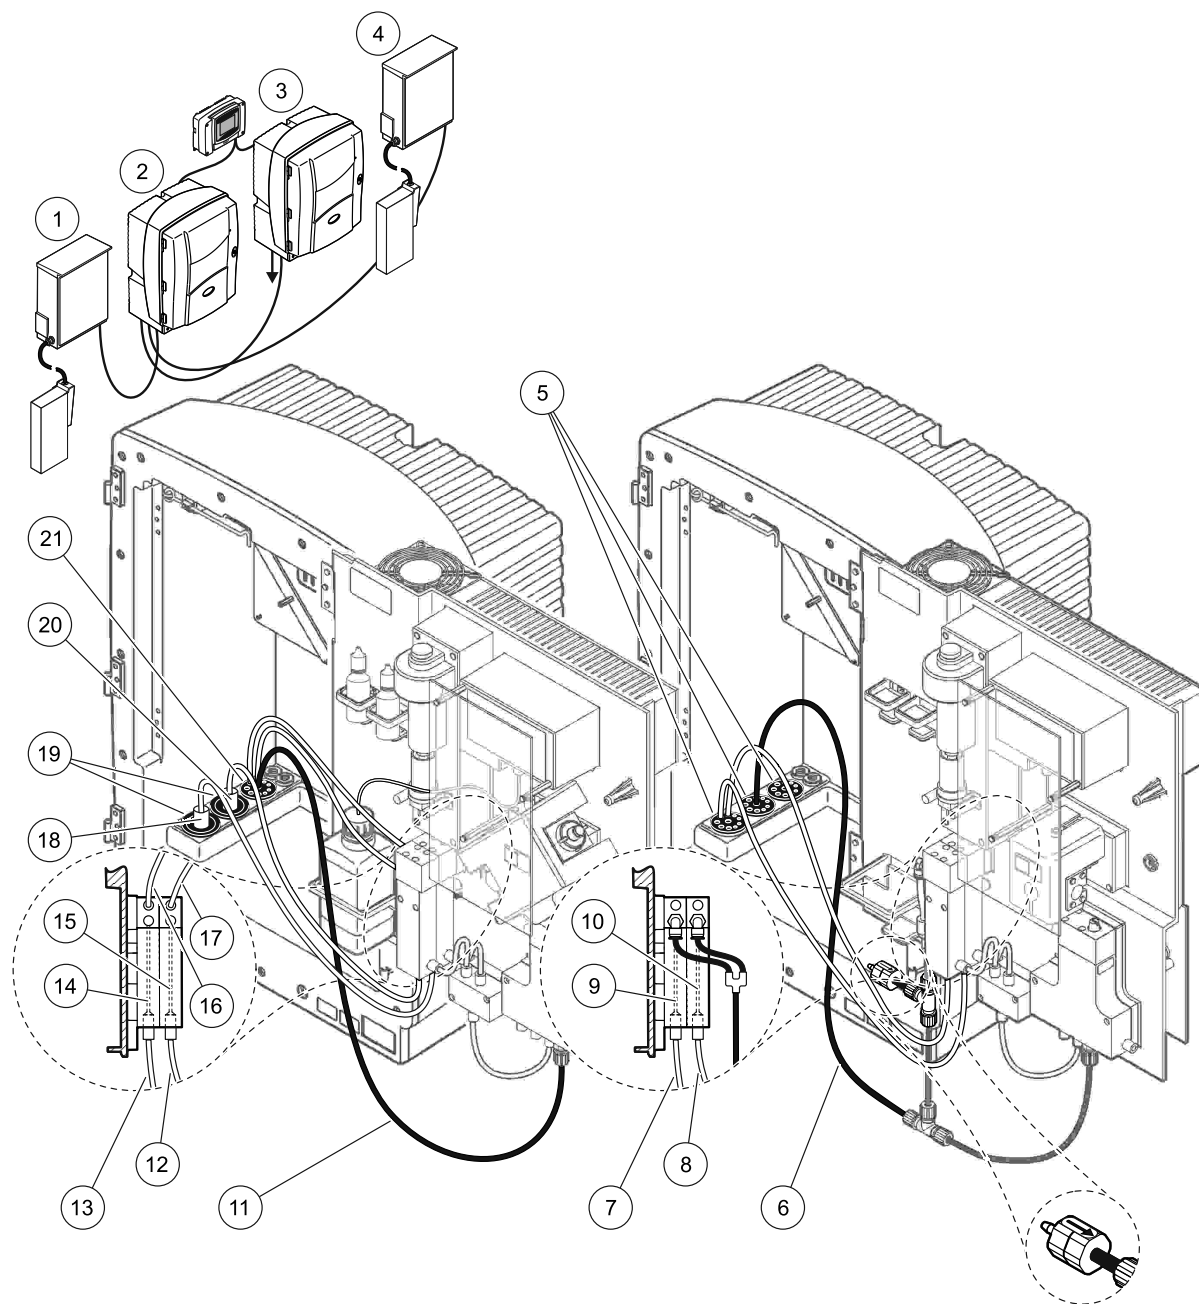

Рисунок 39 Монтаж версии 9b
Для версии 9b смотрите Рисунок 39 и следующие инструкции:
- a. Проведите шланг с подогревом от FILTRAX 1 через анализатор (Рисунок 39, позиция 18). Для фиксации используйте уплотняющую заглушку #1.